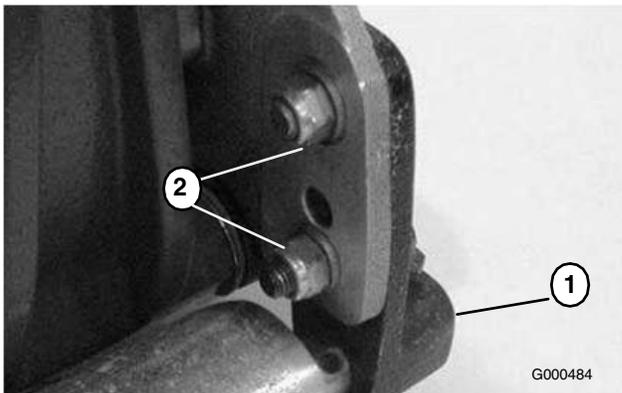

Figura 47
- Desaperte as porcas de bloqueio que fixam o suporte do rolo traseiro direito à placa lateral da unidade de corte (Figura 47).